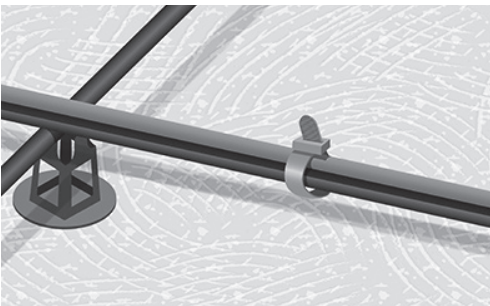

Рис. 5. Кабель зафиксирован. Кабельные стяжки ослаблены, а не находятся на стыках
7. Раскрутите кабель и закрепите нагревательный кабель на арматурной сетке (рис. 5).